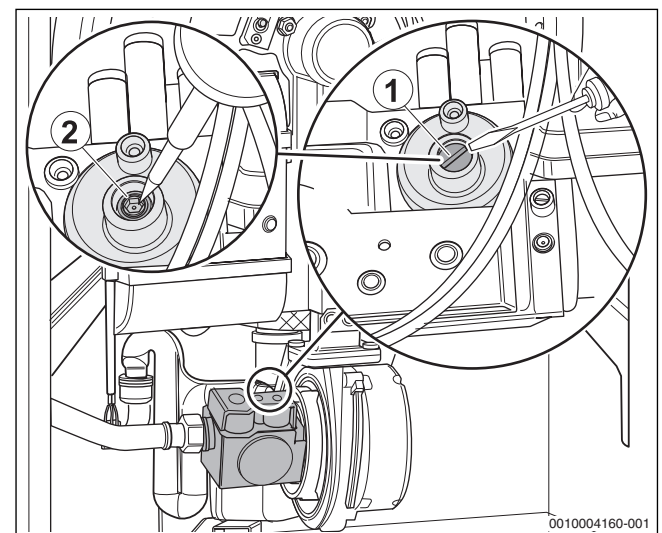

Bild 57 CO2-Einstellung bei Teillast vornehmen
- ▶ Abdeckschraube der Teillast-Einstellschraube entfernen (→Bild 57, [1], Seite 31).
- ▶ Bei CO2-Werten < 9,0 % oder > 9,6 % die Einstellung an der Teillast-Einstellschraube korrigieren (→Bild 57, [2], Seite 31 und Tabelle 13).